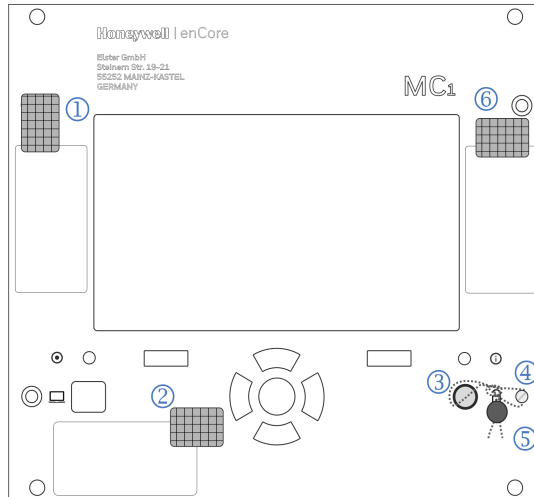
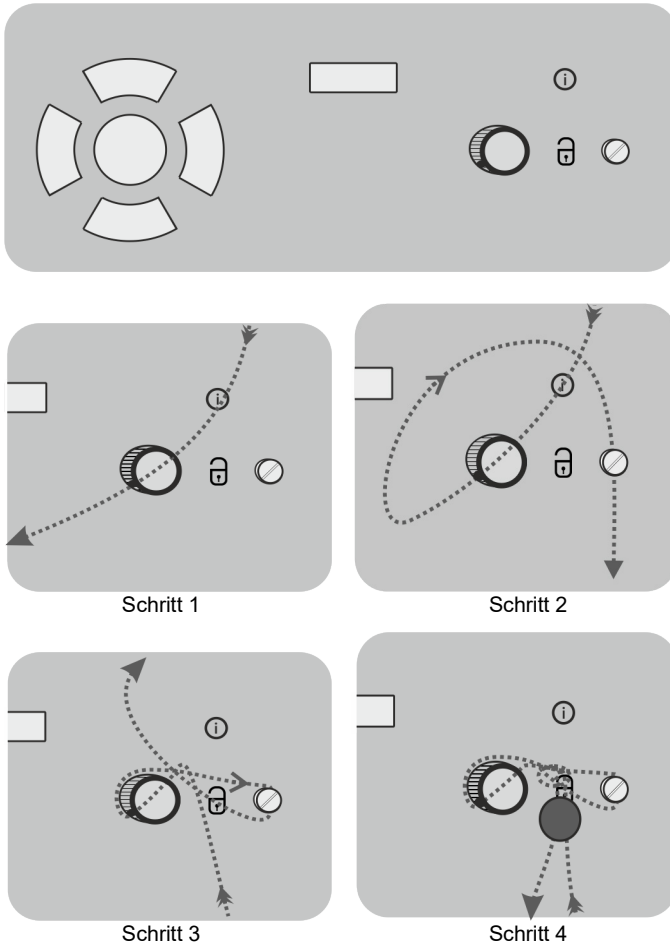

Abb. 9: Versiegelung Frontseite am Beispiel eines MC1 in 1/3-Baubreite
Abb. 10: Plombierung des Eichschalters in 4 Schritten
Die Versiegelung der Front wird in Abb. 9 exemplarisch für ein MC1-Gerät in 1/3-Baubreite gezeigt. DC1-Geräte werden genauso versiegelt, allerdings kann ein DC1 keine amtliche Belastungsregistrierung enthalten, also entfällt das Typenschild sowie die Sicherungsmarke unter ⑥.
- ① Sicherungsmarke, sichert eine Gehäuseschraube und das Typenschild für die DSfG-DFÜ Signiereinheit
- ② Sicherungsmarke, sichert das allgemeine Typenschild (geräteabhängig)
- ③ Eichschalter (plombierbar)
- ④ Plombierschraube
- ⑤ Plombierdraht mit Plombe (detaillierte Beschreibung der Verplombung siehe Abb. 10)
- ⑥ Typenschild für das Belastungsregistriergerät (falls amtlich verwendet, nicht für DC1), gesichert durch Sicherungsmarke
Der Eichschalter ③ wird geschlossen, indem man ihn im Uhrzeigersinn bis zum Anschlag dreht. Die Sicherung des Eichschalters mit Plombierdraht und Plombe erfolgt gemäß Abb. 10. Dabei muss darauf geachtet werden, dass der Plombendraht straff gezogen und die Plombe möglichst dicht am Knoten
Die Versiegelung der Frontseite eines Gerätes in 1/2-Baubreite ist entsprechend (vgl. Abb. 9: Plombendraht und Plombe für das Sichern des Eichschalters gemäß ③, ④, ⑤ (Anleitung siehe Abb. 10), Sicherungsmarkie für das Sichern einer Gehäuseschraube und des Typenschildes für die DSfG-DFÜ Signiereinheit sowie das optionale Belastungsregistriergerät im MC1 gemäß ① und ⑥, Sichern des allgemeinen Typenschildes gemäß ②).